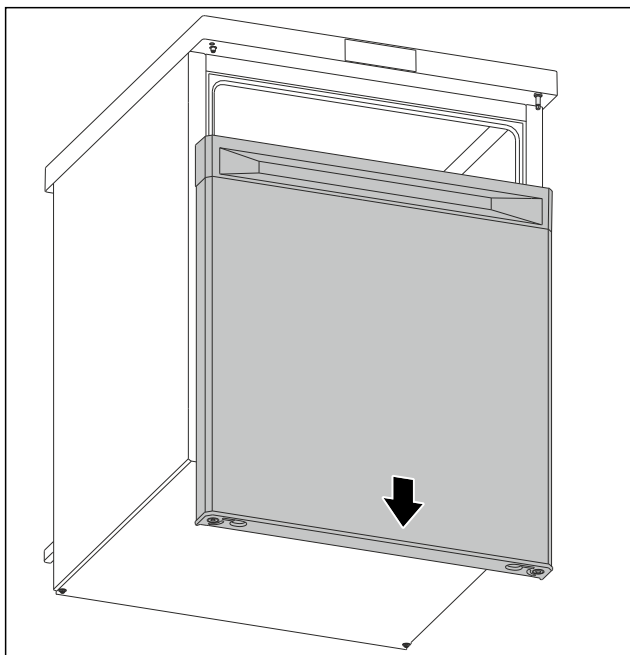

Fig. 8
- Desmontar la puerta hacia abajo. (consulte Fig. 8)